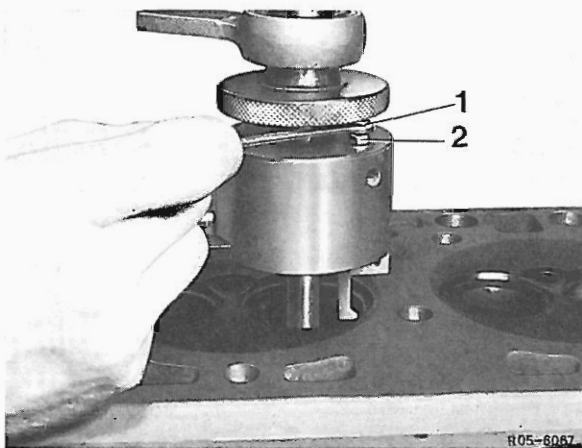

Bild 4
4 Kontermutter (2) lösen. Drehwerkzeug über den mit Öl benetzten Piloten einführen, Schraube (1, Schnellverstellung) drehen, bis Drehstahl am Pilot anliegt, dann Drehwerkzeug nach unten schieben, bis Drehstahl in Mitte des Ventilsitzringes ist (Bild 4).